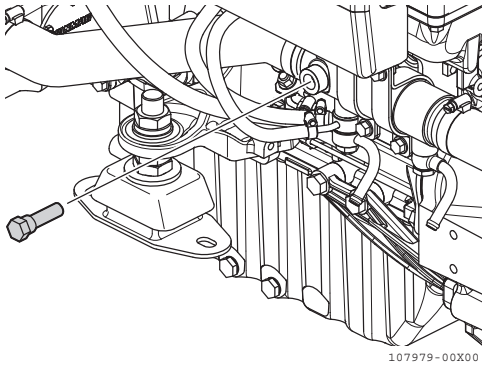

Figura 23
3. Retire todos los tapones (**Figura 23**) que indican ZINC en la etiqueta (**Figura 22**).